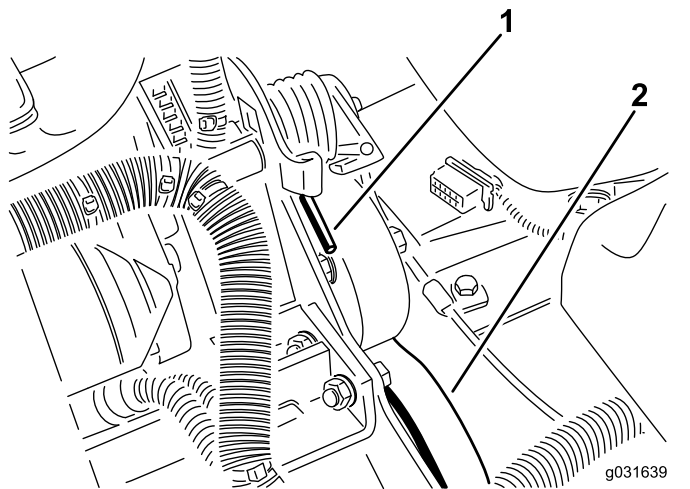

図 59
2. スプリングの端を前側に押し下げてブラケットから外し、スプリングのテンションをなくす 図 59。